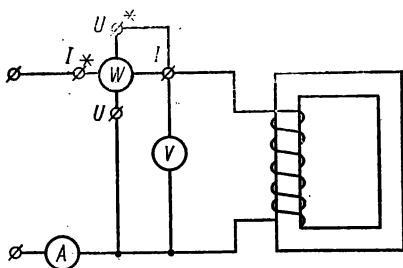

Рис. 2.75
2. В лабораторной работе мощность магнитных потерь измеряется по методу ваттметра (рис. 2.75). Ваттметр, включенный по данной схеме, измеряет мощность
4. Собрать цепь (рис. 2.75) и показать ее преподавателю для проверки.